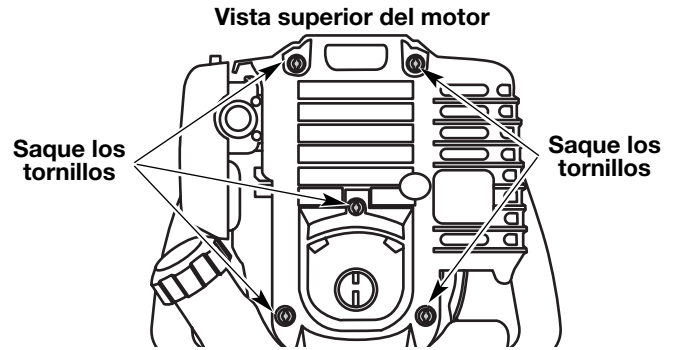

Fig. 35
6. Quite los cinco (5) Tornillos de encima de la tapa del motor con un destornillador de pala o Torx #25 (Fig. 35).
7. Saque la cubierta del motor (Fig. 35).
1. Apague el motor y espere que se enfríe. Retire los cinco (5) tornillos de la parte posterior de la tapa del motor con destornillador de cabeza plana o Torx No. T-25 (Fig. 35).